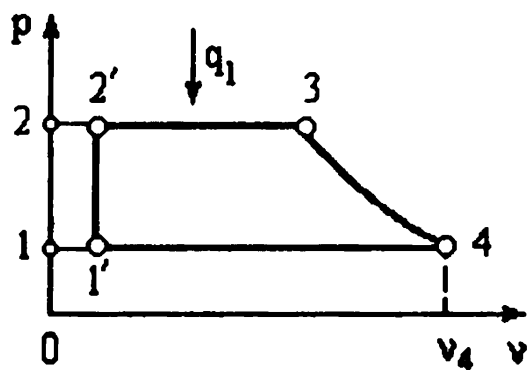

Рис.2
5. Какой тепловой машине соответствует рабочая диаграмма на рис.2: